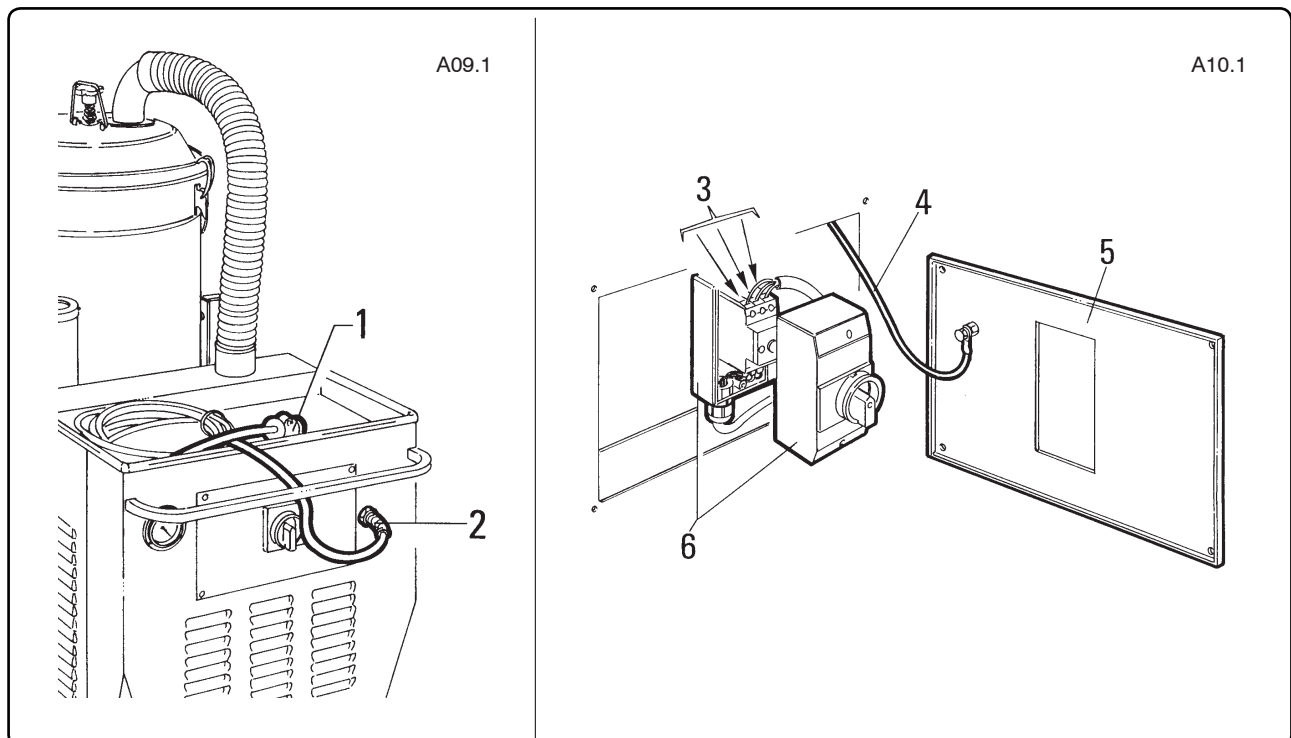

Fig. 3.5.1
3.5 - Collegamento alla rete elettrica (fig. 3.5.1)**ATTENZIONE!!**
3.5 - Connecting to the electricity main (fig. 3.5.1)**ATTENTION!!**
3.5 - Conexión con la red eléctrica (fig. 3.5.1)**ATENCION!!**
3.5 - Aansluiting op het elektriciteits-net (Afb. 3.5.1)**WAARSCHUWING!!**